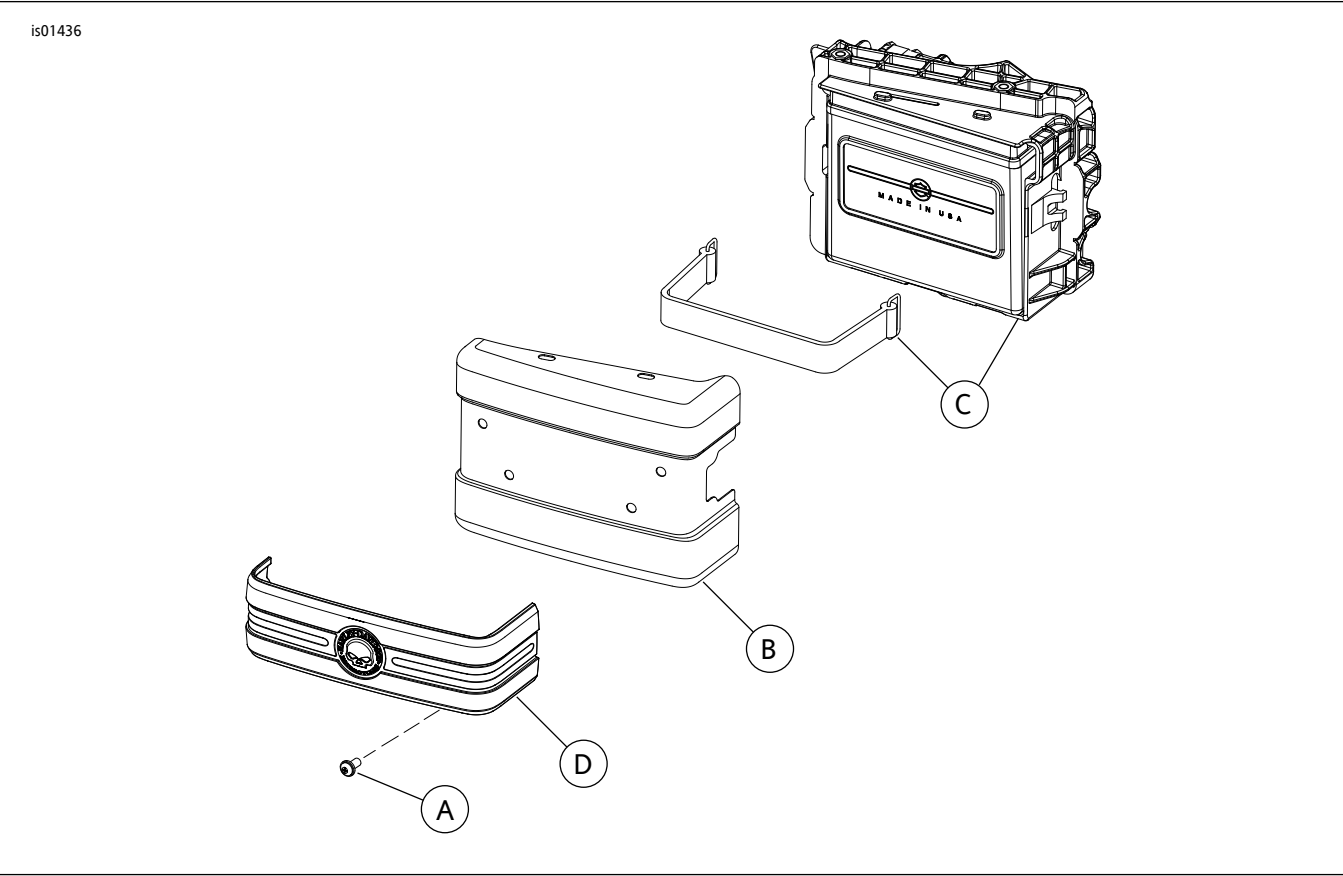
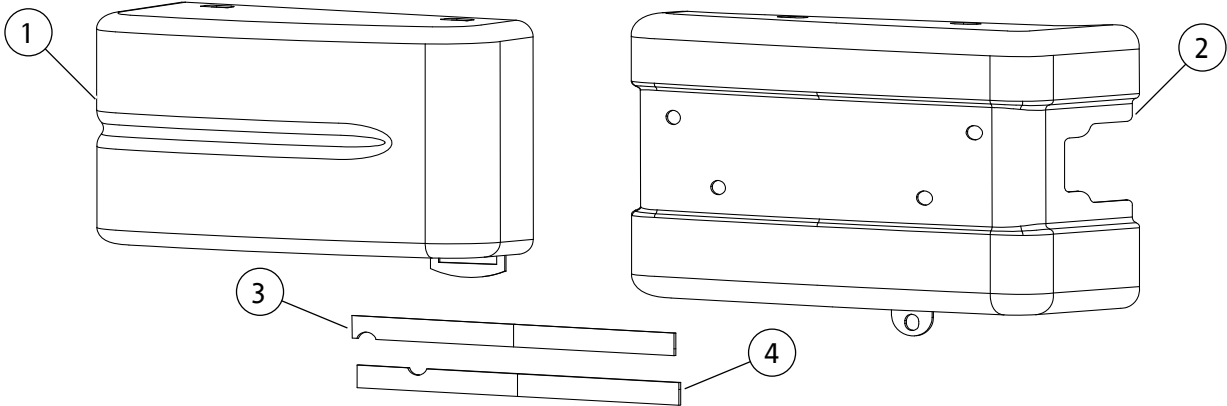

图3。维修零件：原装电池盖装饰
图5。电气匣和匣盖
参见图5。
- 参见图3。拆下将电池盖(B)固定至电池托盘(C)的半圆头螺丝(A)。
- 参见图3。将新电池盖(2) (图5)置于电池托盘(C)的两个蝶片之上，使用半圆头螺丝(A)将其固定至电池托盘。拧紧螺丝至2.3-4.6牛米(20-40英寸磅)。
- 参见图3。取出电池盖装饰(D)。如果保留了OE蝶片，则将其卡入电池盖。如果保留了带胶带的装饰件，则去掉装饰件上的胶带并继续执行步骤3。
- 参见图5。从套件中取出胶带(项目3和4)，去掉胶带一侧的背胶衬垫，粘到装饰件上。去掉胶带一侧的背胶衬垫并继续执行步骤5。
2. 将电气匣底部蝶片插入盖中并将盖推入电气匣，安装新盖的项目1(图5)。